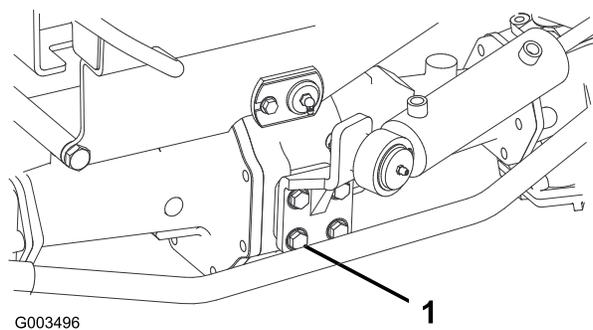

Figura 67
2. Serrate i 4 bulloni del supporto del cilindro di sterzo (Figura 67) a 65-81 N·m.